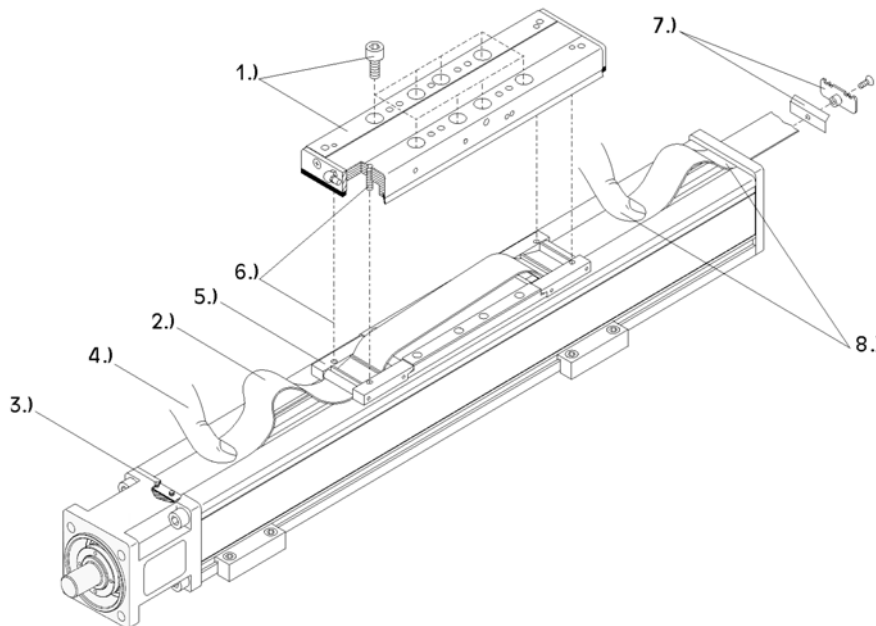

Fig. 17: Sostituzione della bandella di protezione
1. **Fig. 17:** Rimuovere le viti di fissaggio della slitta e con cautela sollevare verso l'alto verticalmente la slitta. **Attenzione:** i premibandella devono restare sul profilo.